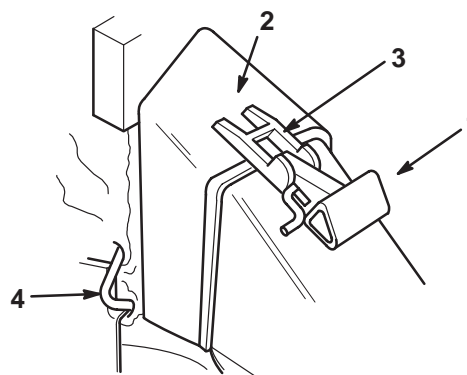

Abbildung 37
2. Darauf achten, daß der Griff der Auswurfkanaltür ganz vorne steht (Tür geschlossen), siehe Abbildung 37.
3. Die Korbüröffnung über die Auswurfkanalöffnung setzen, siehe Abbildung 37.
- Die Türklinke hochziehen, bis sie sich aus der Korbkerbe löst, und den Griff der Auswurfkanaltür nach vorne ziehen (Abb. 37).